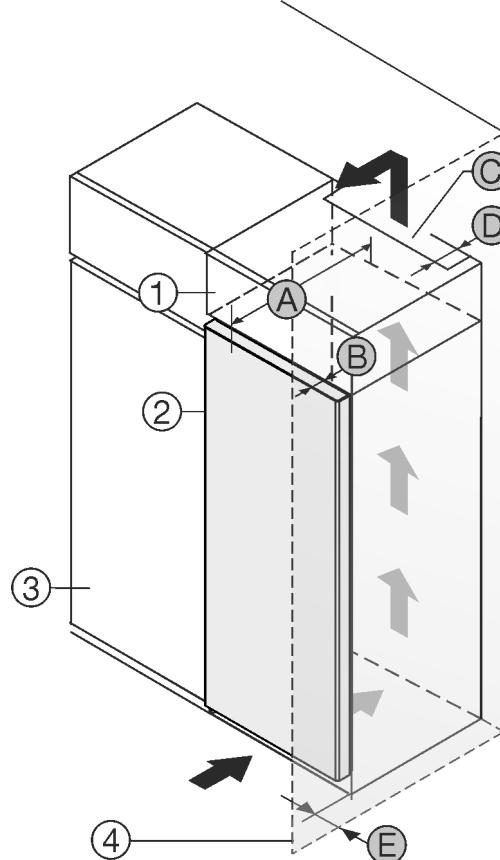

Fig. 1
Μπορείτε να τοποθετήστε τη συσκευή ακριβώς δίπλα από το ντουλάπι κουζίνας Fig. 1 (3).*
Στην πίσω πλευρά του επικαθήμενου ντουλαπιού πρέπει να υπάρχει ένα κενό εξαγωγής αέρα με βάθος Fig. 1 (D) σε όλο το πλάτος του επικαθήμενου ντουλαπιού.*
Κάτω από την οροφή του δωματίου πρέπει να τηρείται η διατομή εξαερισμού Fig. 1 (C).*
Εάν τοποθετήσετε τη συσκευή με τους μεντεσέδες δίπλα σε κάποιον τοίχο Fig. 1 (4), τότε πρέπει η απόσταση ανάμεσα στη συσκευή και στον τοίχο να ανέρχεται σε τουλάχιστον 13 mm.*
Εάν τοποθετήσετε τη συσκευή με τους μεντεσέδες δίπλα σε κάποιον τοίχο Fig. 1 (4), τότε πρέπει η απόσταση ανάμεσα στη συσκευή και στον τοίχο να ανέρχεται σε τουλάχιστον 20 mm.*
Για να μπορείτε να ανοίγετε τελείως την πόρτα, πρέπει η συσκευή να προεξέχει κατά το βάθος της πόρτας Fig. 1 (B) από την πρόσοψη του ντουλαπιού κουζίνας. Η συσκευή μπορεί να προεξέχει περισσότερο, ανάλογα με το βάθος των ντουλαπιών κουζίνας Fig. 1 (3) και την χρήση αποστατών τοίχου.*